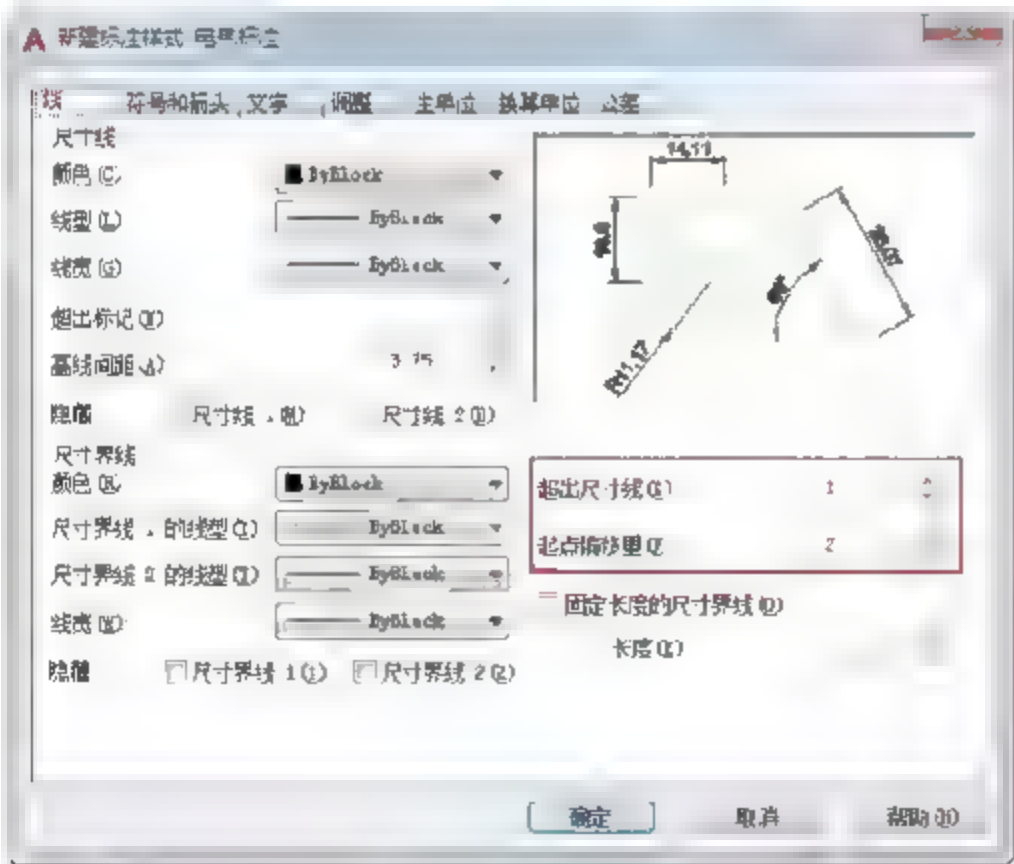

图5-38 【线】选项卡
- 03 选择【线】选项卡，设置【超出尺寸线】、【起点偏移量】选项值，如图5-38所示。